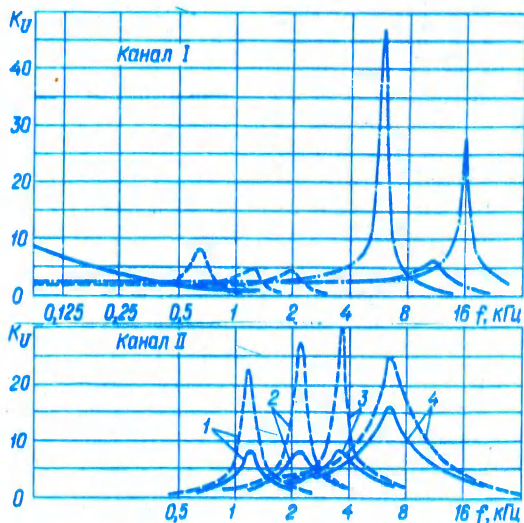

Рис. 2
АЧХ первого (I) активного канала показаны на рис. 2, а, второго (II) — на рис. 2, б. Сплошной линией на рис. 2, а изображена АЧХ ФНЧ, штриховыми и штрих-пунктирными — АЧХ полосового фильтра соответственно при максимальном и минимальном сопротивлениях переменного резистора R6. На рис. 2, б сплошной линией выделены АЧХ контура L1C7—C9, шунтированного резистором R13 (выключатель SA1 — в положении, показанном на схеме), штриховой — без шунта. Цифрой 1 обозначены АЧХ, получающиеся при включении (переключателем SA3) в колебательный контур конденсатора C9, цифрой 2 — конденсатора C7 (переключателем